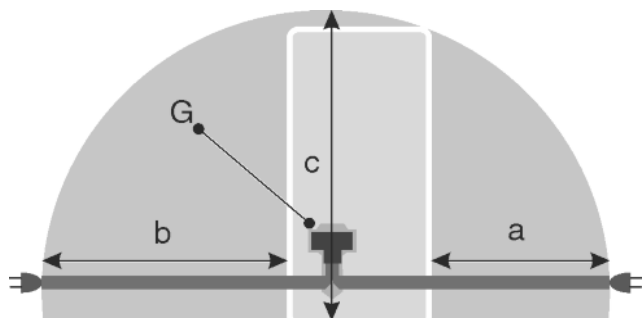

Fig. 24
- De contactdoos bevindt zich buiten het bereik van de achterzijde van het apparaat in het desbetreffende gedeelte Fig. 24 (a, b, c).
- ▶ Breng de apparaatstekker Fig. 24 (G) aan de achterzijde van het apparaat aan. Let op het correct vastklikken.